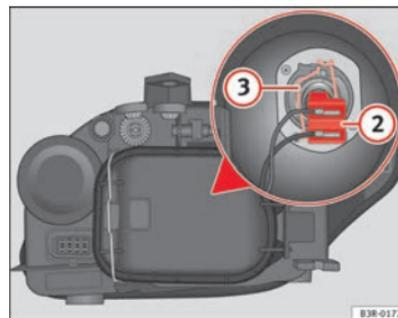

Fig. 195 Feux de croisement
- Retirez le connecteur ⇒ fig. 195 ② de l'ampoule.
- Décrochez le ressort entrebâilleur ⇒ fig. 195 ③ en le pressant vers l'intérieur et vers la droite.